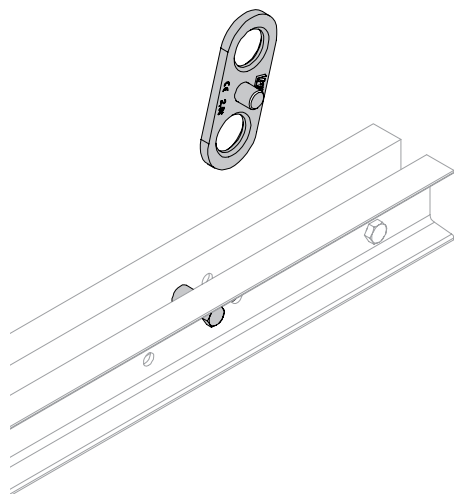

Fig. 10
1. Svitare il dado (3) e rimuoverlo dalla vite (4).
2. Estrarre lateralmente la vite (4) dalla guida BR (5).
3. Estrarre dall'alto la presa BR-2 2,5 t (1) con il tubo distanziatore (2).
4. Inserire nuovamente il distanziatore (2) nella guida BR (5).
5. Inserire la vite (4) nella guida BR (5) e nel distanziatore (2).
6. Assicurare la vite (4) con il dado (3). (Fig. 10)
7. Controllare l'assenza di danni e deformazioni dalla presa BR-2 2,5 t (1).